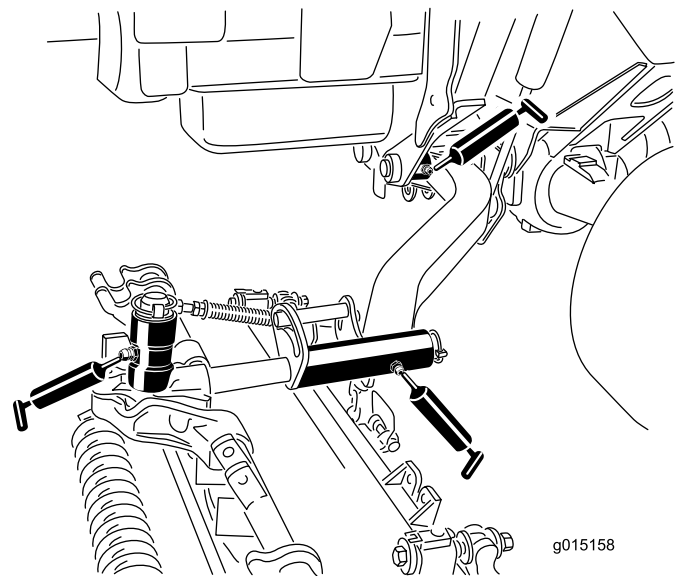

Figura 53
- Boccole girevoli (1 per piatto di taglio) del braccio di sollevamento (Figura 53).
- Telaio portante dell'apparato di taglio (2 per apparato) (Figura 53)
- Perno del braccio dell'apparato di taglio (1 per apparato) (Figura 53)